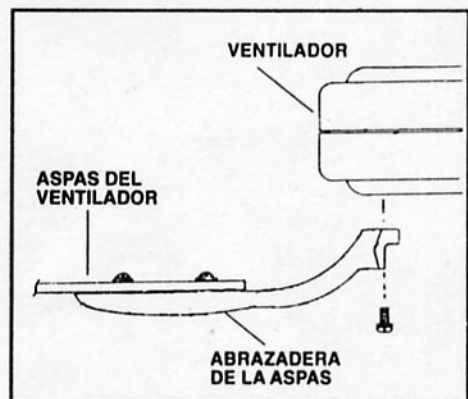

FIG. 15
Paso 2. Saque los toques de goma del motor. Haga girar el motor de tal forma que los agujeros de los tornillos se puedan ver a través de la abertura del plato del interruptor. Alíne los agujeros de la abrazadera de la aspa y del motor y asegure con los tornillos apropiados. Repita el proceso con las otras abrazaderas. (Fig. 15)